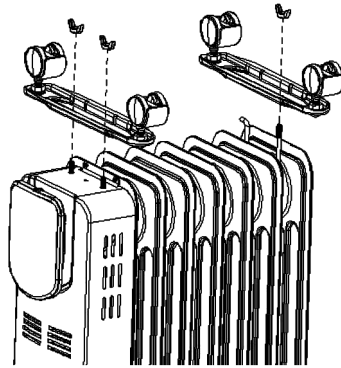

Abbildung 2 Schema für die Montage des Rollenbretts
(1) Auf der Oberseite des Heizgeräts wird das Rollenbrett in Position gebracht und mit Flügelmuttern und U-Schrauben befestigt, wie in Abbildung 2 gezeigt;
(2) Schließlich wird das Heizgerät an der richtigen Stelle aufgestellt.